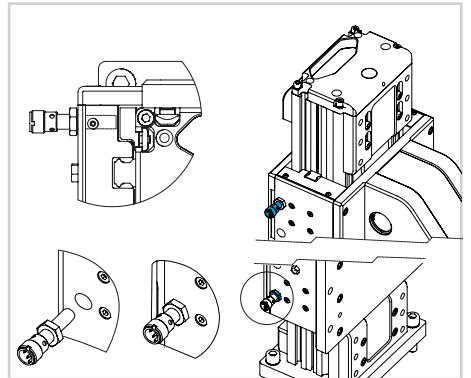

図 28
- 4) 近接スイッチをキャリッジプレートに挿入し、センサードッグと接触するまで締め付けます。その後、1/2 回転させて緩め、正しい距離にします (図 28)。
- 5) ロックナットを締めて、近接スイッチを所定の位置に固定します (図 28)。